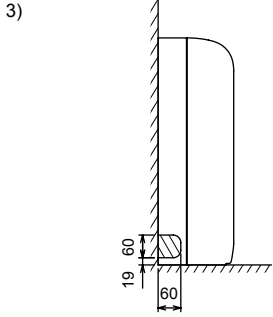

Fig. 3-9
3) Sola boru yerleştirme (Fig. 3-9)